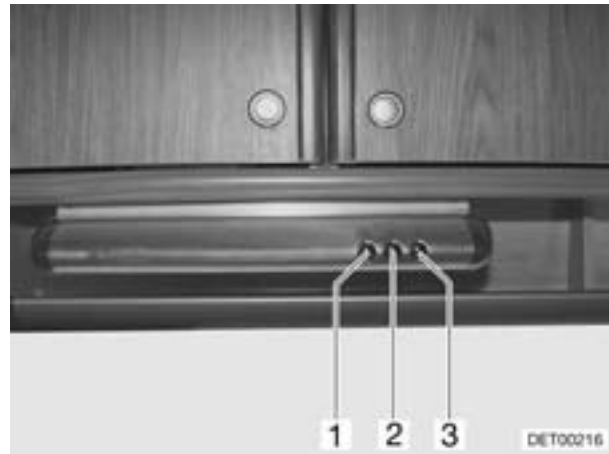

Bild 145 Dunstabzug
- Zum Ein- und Ausschalten des Dunstabzugs den Schalter (Bild 145,2) drücken. Die Gebläseleistung kann mit dem Schalter (Bild 145,3) verändert werden.
- Die Kochstellenleuchte mit dem Schalter (Bild 145,1) ein- und ausschalten.